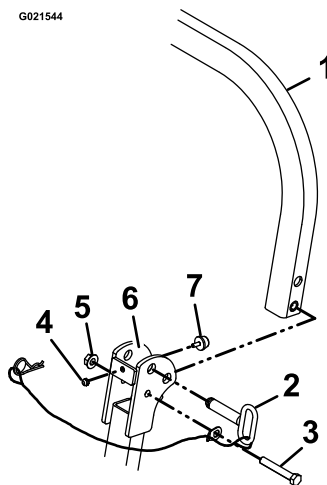

Figura 4
3. Lubrificate leggermente le superfici interne delle piastre di montaggio all'estremità superiore dei tubi del roll bar inferiore (Figura 4).
4. Individuate la sezione superiore a forma di U del roll bar, e montate la sezione superiore del roll bar utilizzando una vite a testa esagonale (1/2" x 3 1/4") e un dado di bloccaggio (1/2") su ogni lato (Figura 4).
6. Sollevate il roll bar in posizione verticale, montate il perno di chiusura (la maniglia ovale deve essere rivolta verso la parte esterna della macchina), e fissare con la coppiglia su ogni lato (Figura 4).